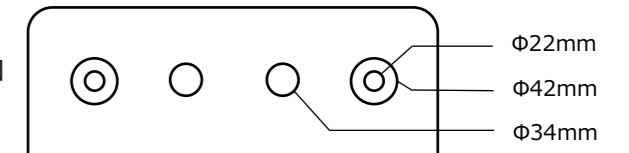

図3 ロックアウトホールの穴径 (モバイルパック プラボックスの底面)
- (1) モバイルパックのプラボックスを開錠し、ふたを開ける。
- (2) モバイルパックのプラボックス底面にあるロックアウトを加工する。(図3)